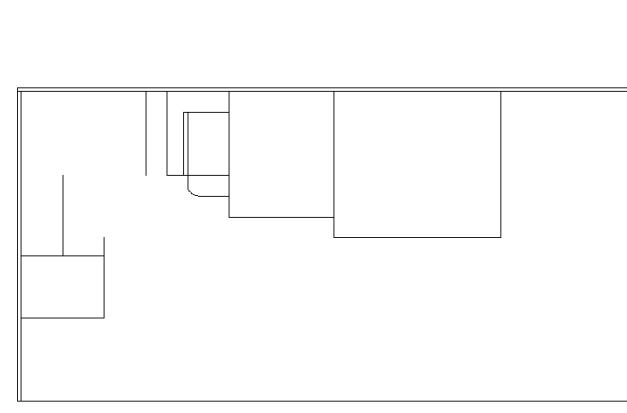

Рис. 4.27 ▼ Контур парты сформирован
- Теперь скопируйте правую вертикальную границу контура большой тумбы вправо на 800 мм (см. рис. 4.3), затем продлите полученную линию и исходную линию (она одновременно представляет, как правую границу контура большой тумбы, так и левую границу контура парты) до пересечения с оставшейся вспомогательной горизонтальной линией. После этого обрежьте горизонтальную линию по полученным вертикальным линиям, обозначающим контур парты (рис. 4.27).